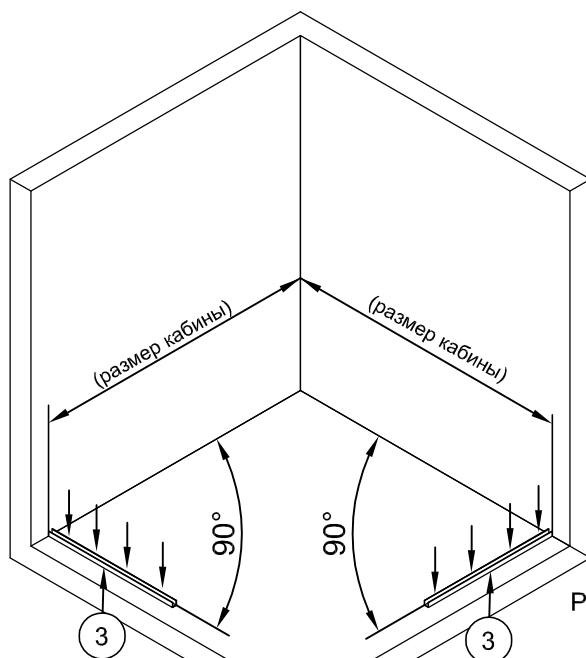

Рис. 1
Приставьте профили №3 до нужных стен под прямыми углами (рис. 1).
1.2. Карандашом или фломастером провести разметку мест сверления отверстий под дюбели, используя отверстия в профилях №3 для их крепления к полу (рис. 1).